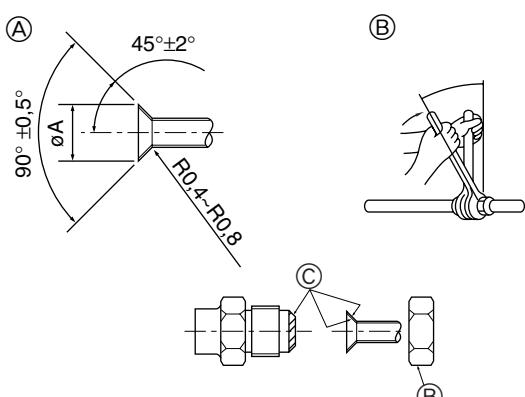

Fig. 3-2
3.2. Collegamento dei tubi (Fig. 3-2)
- (A) Dimensioni di taglio per raccordo a cartella